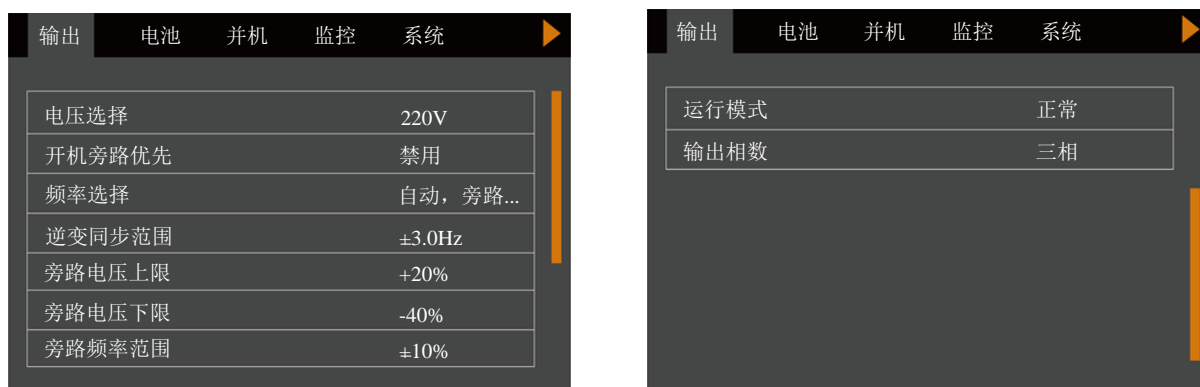

图2-37 输出界面
2) 按方向键▲或▼以选择并设置相关参数（以“输出”为例）。见图 2-37。